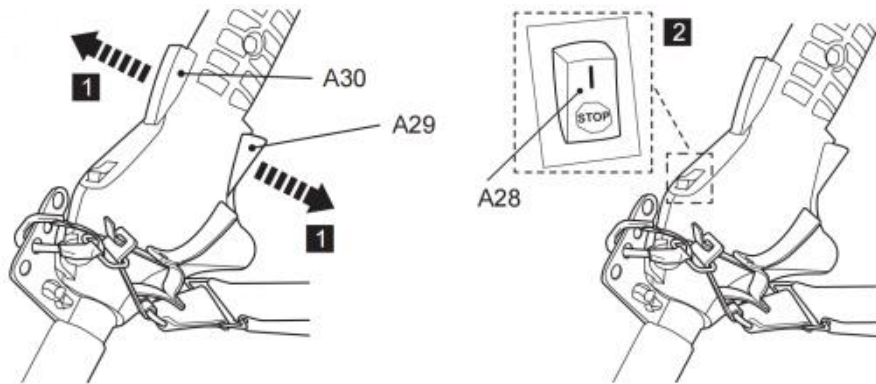

Fig. 42
2. Stellen Sie den Zündschalter (A28) auf Position „STOP“ (Abb. 42).